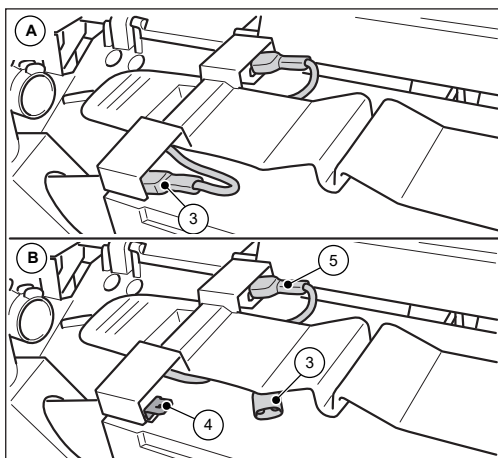

Рис. 24: Отсоединение соединительного кабеля аккумулятора
3. Отсоедините синий соединительный кабель аккумулятора (3) от зажима (4) аккумулятора.
- » Убедитесь при этом, что синий соединительный кабель аккумулятора (3) не подвержен внешним воздействиям, например перемещению, которые могут привести к нежелательному контакту с зажимом (4) (см. Рис. 24 Карт. В).
- » Красный соединительный кабель аккумулятора (5) остается подключенным.
4. Закройте кожух (2) и зафиксируйте язычками (1).